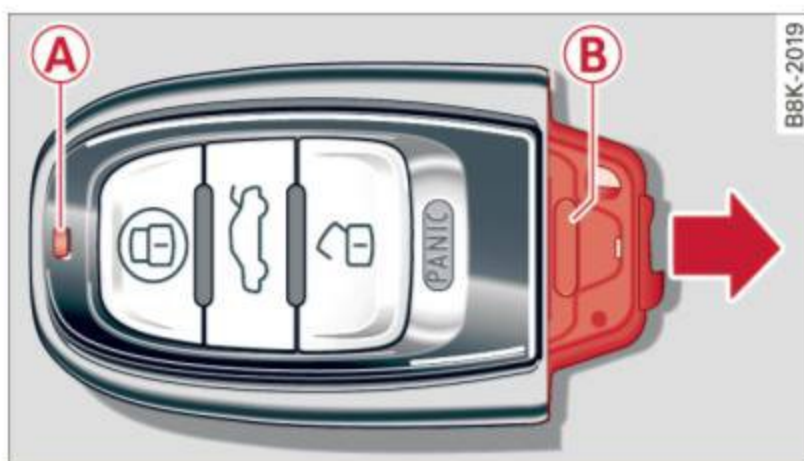

Fig. 20 Clé principale à télécommande : enlever le porte-pile
Le témoin de vérification (A) ⇒ fig. 20 de la clé principale vous donne de l'information au sujet de diverses fonctions.
- ▶ Appuyez sur le bouton de dégagement (B) ⇒ fig. 20 situé sur le support de la pile et simultanément tirez celui-ci de la clé principale en direction de la flèche.